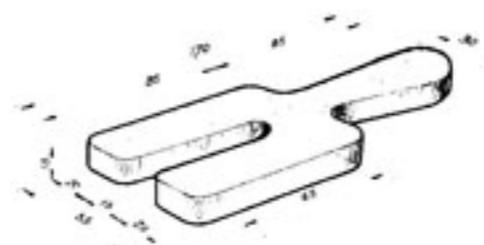

FIG. 20
- Faire reposer le piston sur la cale bois représentée figure 20.